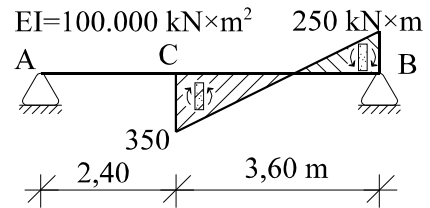

Figura 6
6) La viga biapoyada AB de la figura 6 sufre la ley de momentos flectores mostrada. Se pide dibujar la deformada de la viga a estima y acotar sobre ella el valor del giro en su extremo B, θ_B . (Examen enero 2013.)